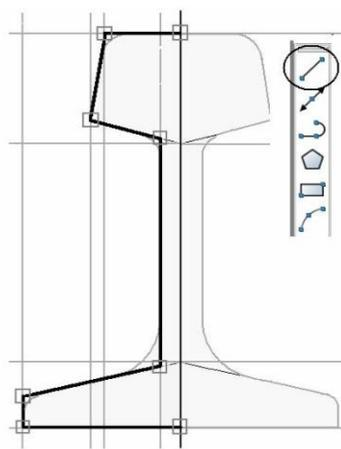

Рисунок 24 – Действие 6
6. Обведите контур половины рельса. Для этого отключите режим ОРТО и включите режим объектной привязки OSNAP (ПРИВ) (рис. 25). Активируйте команду LINE (ОТРЕЗОК). Подведите курсор к точке пересечения прямых m и a, и как только появится маркер объектной привязки (меленький цветной квадратик) щёлкните левой клавишей мыши. За курсором потянется «нить». Вычертите контур, последовательно указывая все точки перелома (рис. 24).